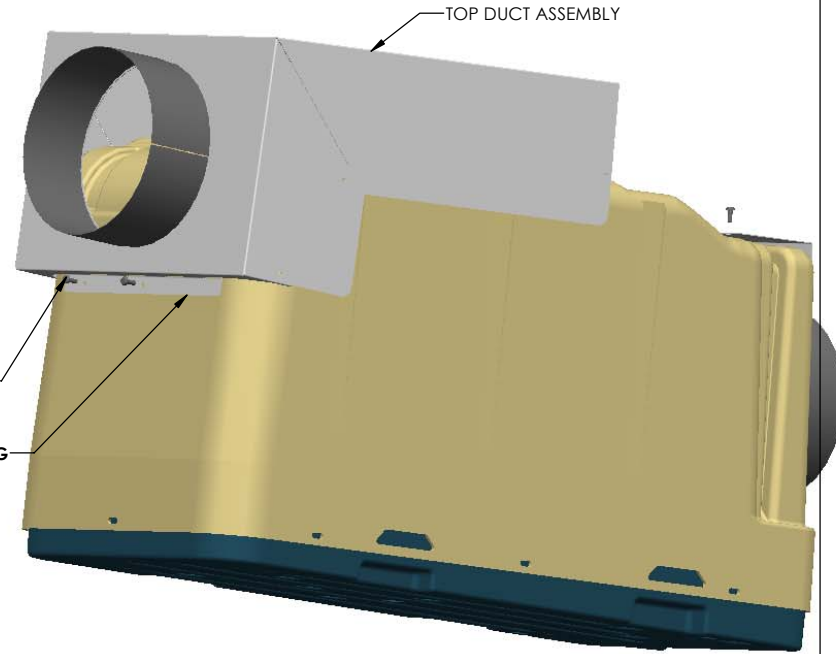

FIGURE 2
4. ENSURE THAT THE REAR FLANGE OF THE TOP DUCT ASSEMBLY, IS SEATED FLUSH AGAINST THE BACK OF THE PLASTIC HOUSING. SEE FIGURE 2.